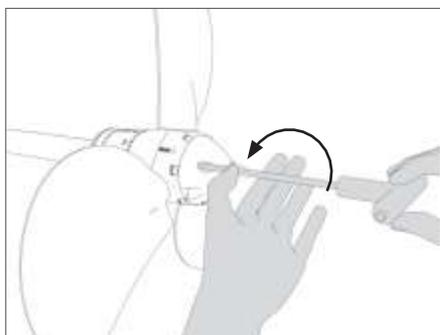

FIG. 31 Desatornillado tornillos punta
- Retirar la punta **C** aflojando los tornillos **D** (Fig. 31 - 32 - 33).